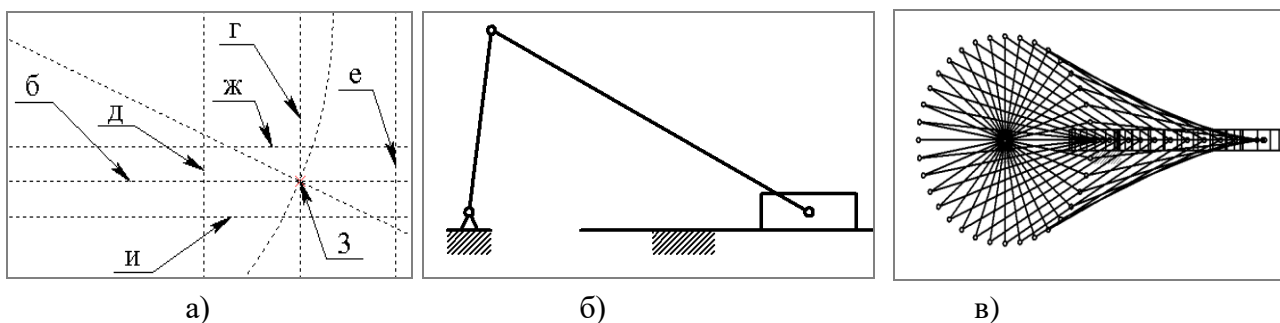

Рисунок 14 – Порядок построения ползуна и анимация кривошипно-ползунного механизма
2.2.4 Постройте ползун. Порядок выполнения: построить вертикальную прямую «г», проходящую через узел (3) (рисунок 14а). Построить параллельную прямую «д» относительно прямой «г» на произвольном расстоянии. Построить прямую «е», симметрично отразив прямую «г» относительно прямой «д». Построить параллельную прямую «ж» относительно горизонтальной прямой «б» на произвольном расстоянии. Построить прямую «и», отразив симметрично прямую «ж» относительно прямой «б».